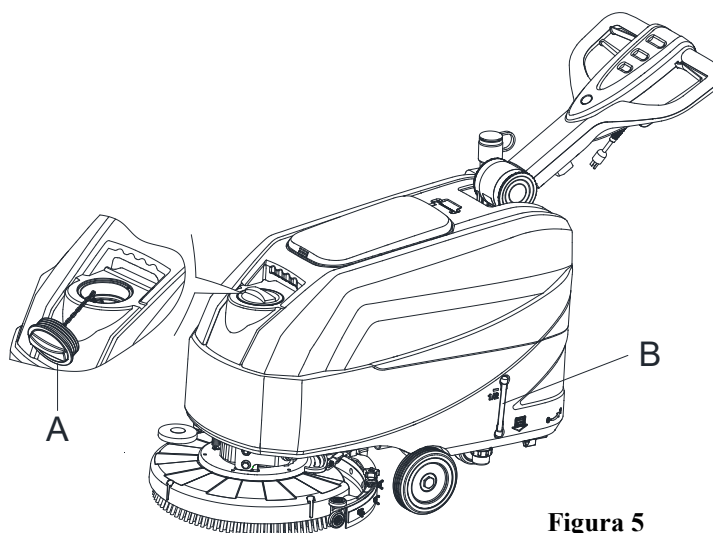

Figura 5
1. Aprire il coperchio di ingresso dell'acqua (A, Figura 5).
3. Non riempire eccessivamente il serbatoio, fare riferimento all'indicatore del livello dell'acqua (B, Figura 5) per regolare il volume dell'acqua.